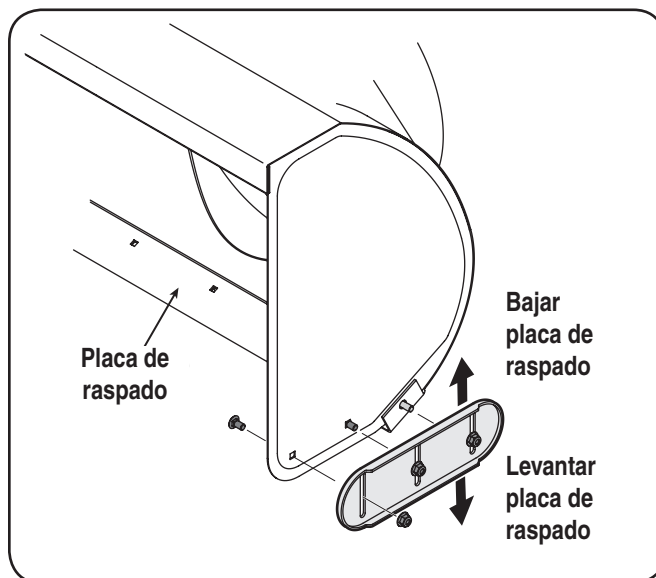

Figura 3-8
1. Retire las cuatro tuercas de brida (dos a cada lado) y los pernos. Coloque la deriva de corte en posición vertical y segura de nuevo. Véase la Figura 3-8.
1. Ajuste las zapatitas antideslizantes aflojando las seis tuercas hexagonales (tres a cada lado), las arandelas y los pernos del carro que sujetan las zapatitas antideslizantes a la caja de la barrena. Vea la Figura 3-8.